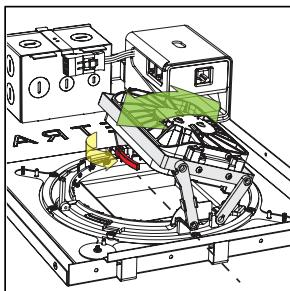

fig. 14
- b. Desbloquee el chasis del emisor: acceda la caja del D3 y desbloquee las palancas de bloqueo de inclinación y rotación (ambas de color rojo) (consulte la fig. 14).